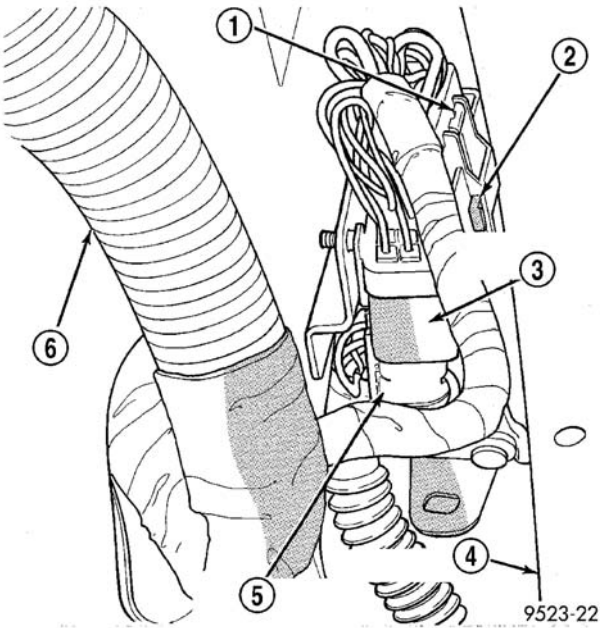
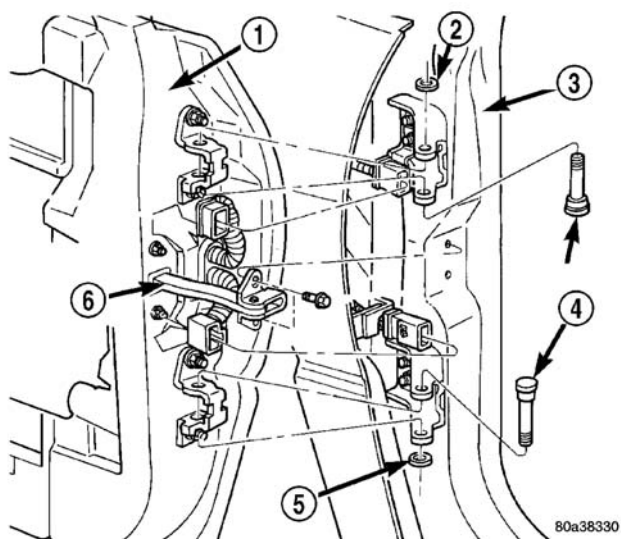
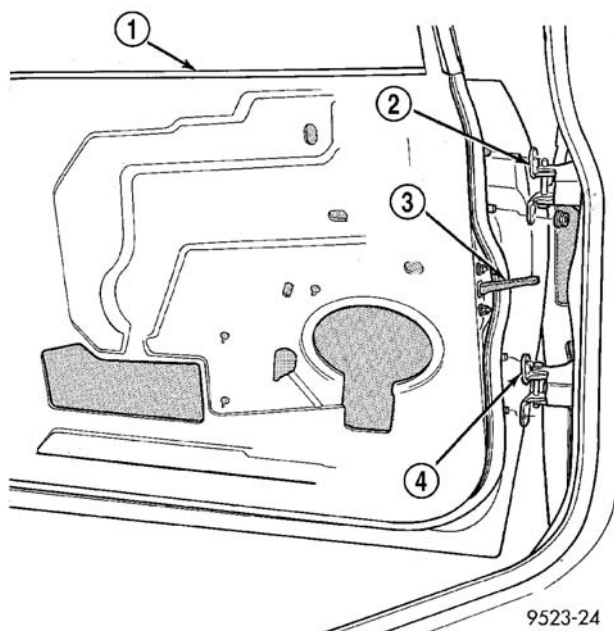

图 3 前门导线接头
图 4 前门-铰链销拆卸
图 5 前门-铰链螺栓拆卸
- (1) 拆卸前轮罩挡泥板。（参见 23-车身/外部/左侧车轮挡泥板-拆卸）
- (2) 断开将车门线束接头固定至内翼子板的夹子。
- (3) 断开导线接头侧的正极锁滑片（图 3）。
- (4) 压下装接两个导线接头两部分的固定装置。
- (5) 将车门线束自车身线束断开。
- (6) 卸下将车门开度限位带装接到 A 柱的螺栓（图 4）。
- (7) 将车门支撑在适当的举升装置上。
- (8) 卸下将下铰链固定到车门端框的螺栓（图 5）。
- (9) 将车门固定在举升装置上，并拆卸将上铰链固定到车门端框的螺栓。
- (10) 自车辆拆下车门。